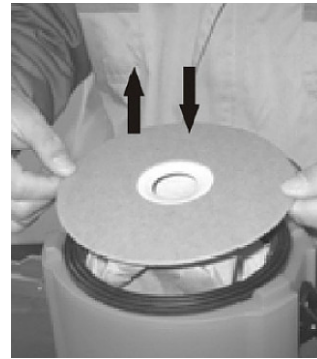

Abb. 18: Austausch des Staubbeutels.
Schritt 2: Heben Sie den Deckel vom Behälter ab. Halten Sie den Kartenteil des Staubbeutels fest und heben Sie den Beutel vorsichtig aus dem Behälter. (Abb.18)